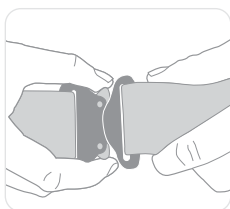

Figura 10
- Desfaceți cataramele cu eliberare rapidă montate pe curelele de piept și de picioare (figura 10).